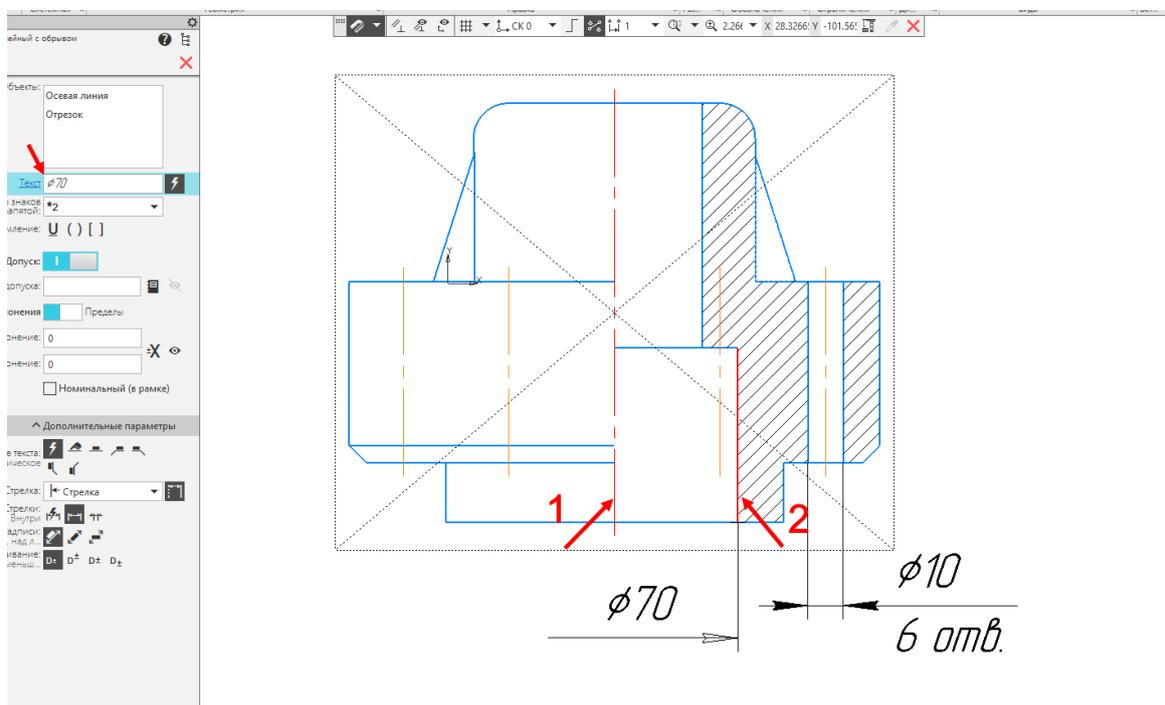

Рисунок 3.41
- 1) через инструмент **Авторазмер** , кликнув на осевую линию потом на линию контура, от которой пойдет выносная, кликнув на текст и укажем на знак диаметра – **Принять** – зафиксируем размерное число (рисунок 3.41). **Стоп.**